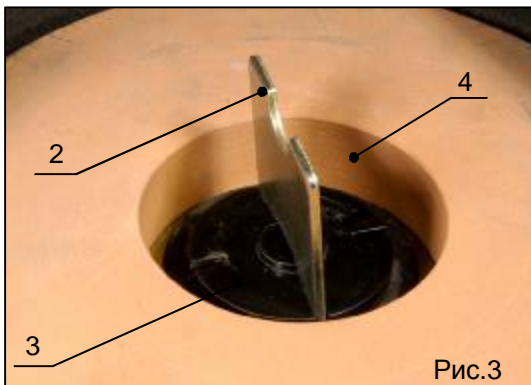
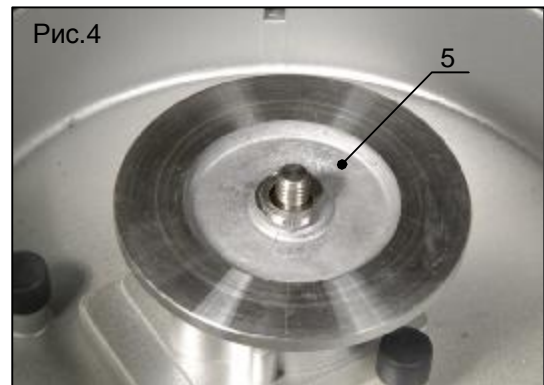

Рис.3
Рис.4
2. Наденьте специальный ключ (поз.2, рис.3) на внешний фланец (поз.3, рис.3). Одной рукой удерживайте заточной круг (чтобы не допустить проворачивания вала), второй рукой вращайте специальный ключ по часовой стрелке, чтобы ослабить внешний фланец (поз.3, рис.3).
3. Снимите внешний фланец (поз.3, рис.3).
4. Снимите старый заточной круг (поз.4, рис.3).
5. Убедитесь в том, что выпуклая сторона внутреннего фланца (поз.5, рис.4) крепко прижата к шпинделю. Вставьте заточной круг, убедившись в том, что диск плотно оделся на внутренний фланец. Наложите внешний фланец (поз.3, рис.3) на диск, и затяните его.